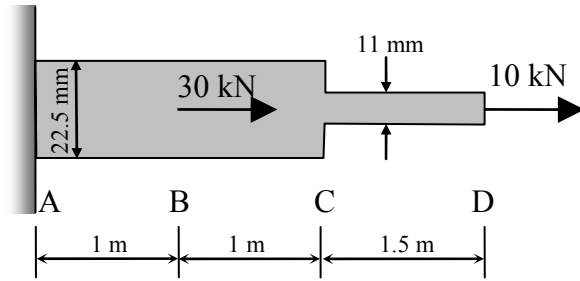

Figure 1
1. The solid circular bar shown in Figure 1 is resisting an axial load of 30 kN applied at B and an axial load of 10 kN applied at D. Section AC has a diameter of 22.5 mm, whereas section CD has a diameter of 11 mm.
1. La barre circulaire solide illustrée à la Fig.1 résiste à une charge axiale de 30 kN appliquée à B et à une charge axiale de 10 kN appliquée à D. La section AC a un diamètre de 22.5 mm et la section CD a un diamètre de 11mm.